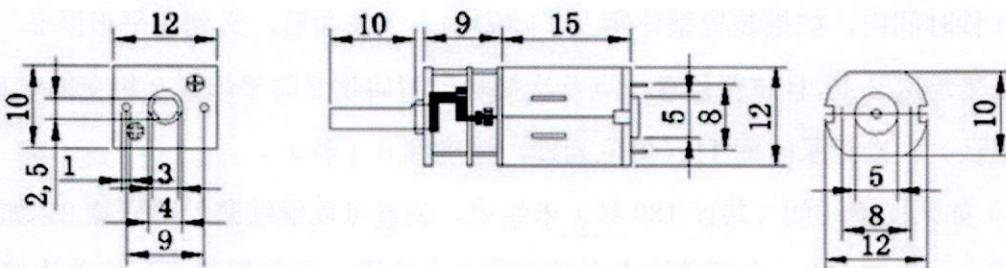

图2 电动机尺寸参数（单位：mm）
2) 装置使用的电动机和电池自备，但应采用以下指定型号。电动机：N20 减速电动机，减速比 100:1，数量 1 个 (电动机工作参数见表 1，尺寸参数见图 2)；电池：